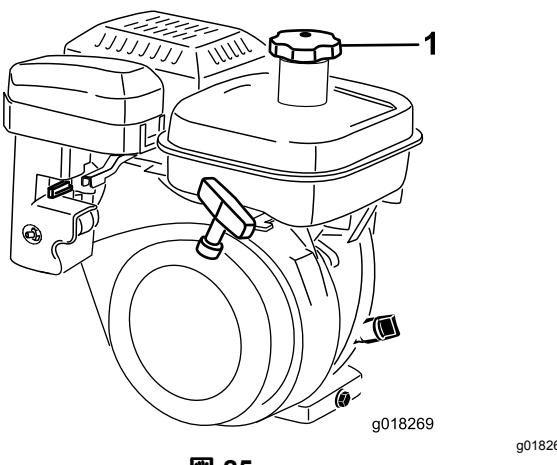

図 25
1. 燃料キャップ図25の周囲をきれいに拭いてからキャップを外す。無鉛ガソリンをフィルタスクリーンの下まで給油する。入れすぎないこと。